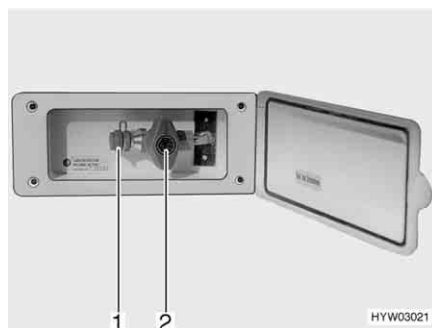

Bild 116 Externer Gasanschluss, Gasabsperrentil geschlossen
Der externe Gasanschluss (Bild 116) befindet sich je nach Modell am Heck oder auf der linken bzw. rechten Fahrzeugseite.
- Externes Gasgerät an der Anschluss-Stelle (Bild 116,1) anschließen.
- Das Gasabsperrentil (Bild 116,2) öffnen.